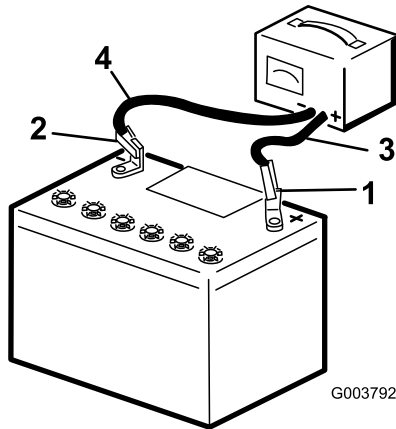

Figura 41
2. Caricate la batteria a 3–4 ampere per 4–8 ore (Figura 41). Non sovraccaricate.
3. Quando la batteria è completamente carica, staccate il caricabatterie dalla presa elettrica e scollegate i cavi di ricarica dai poli della batteria (Figura 41).